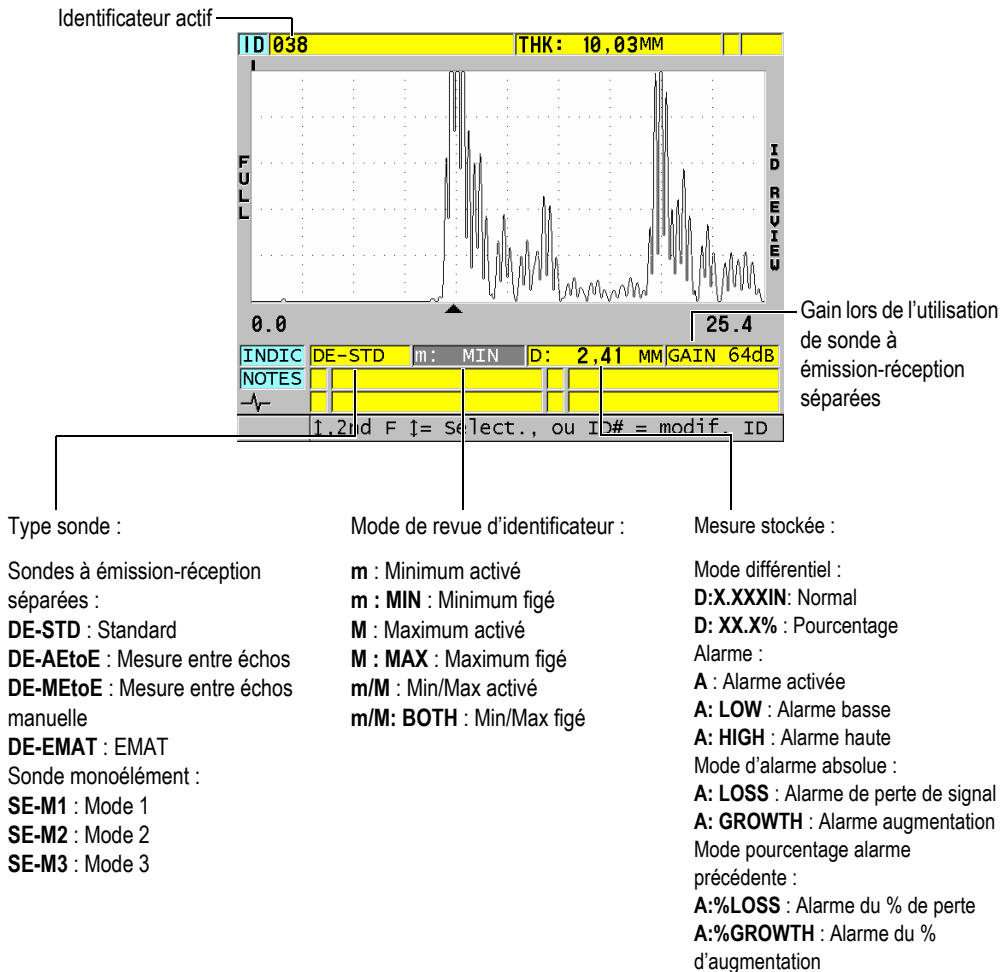

Figure 11-27 Identification de l'écran VÉRIFIER ID
Un exemple d'écran VÉRIFIER ID et une description de son contenu sont illustrés à la Figure 11-27 à la page 223. La zone située en dessous du A-scan contient les marqueurs d'état qui décrivent les mesures d'épaisseur enregistrées affichées. Les marqueurs sont représentés par les mêmes abréviations à lettre unique que les mots d'état transmis par le mesureur à l'aide des commandes d'envoi (voir « Gestion des communications et du transfert de données » à la page 271).
3. Dans l'écran VÉRIFIER ID, faites ce qui suit (voir la Figure 11-27 à la page 223) :